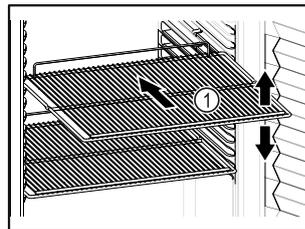

Fig. 58 Примерно изображение
- Ако стелажите за съхранение Fig. 58 (1) могат да се местят, регулирайте ги според височината.